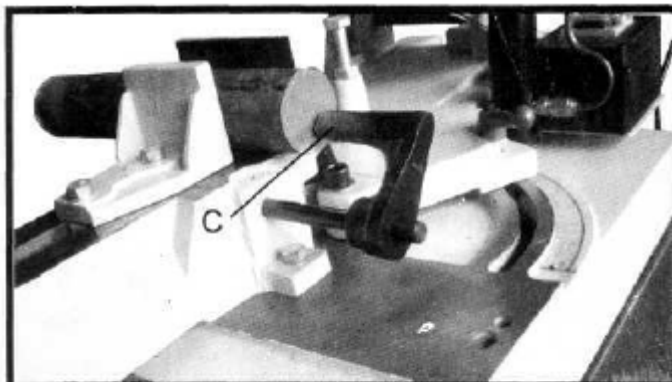

Fig. 15
La cale (C), Fig. 15, peut être remontée et amenée en contact avec la pièce pour effectuer des coupes sur une pièce qui ne dépasse pas du plateau.